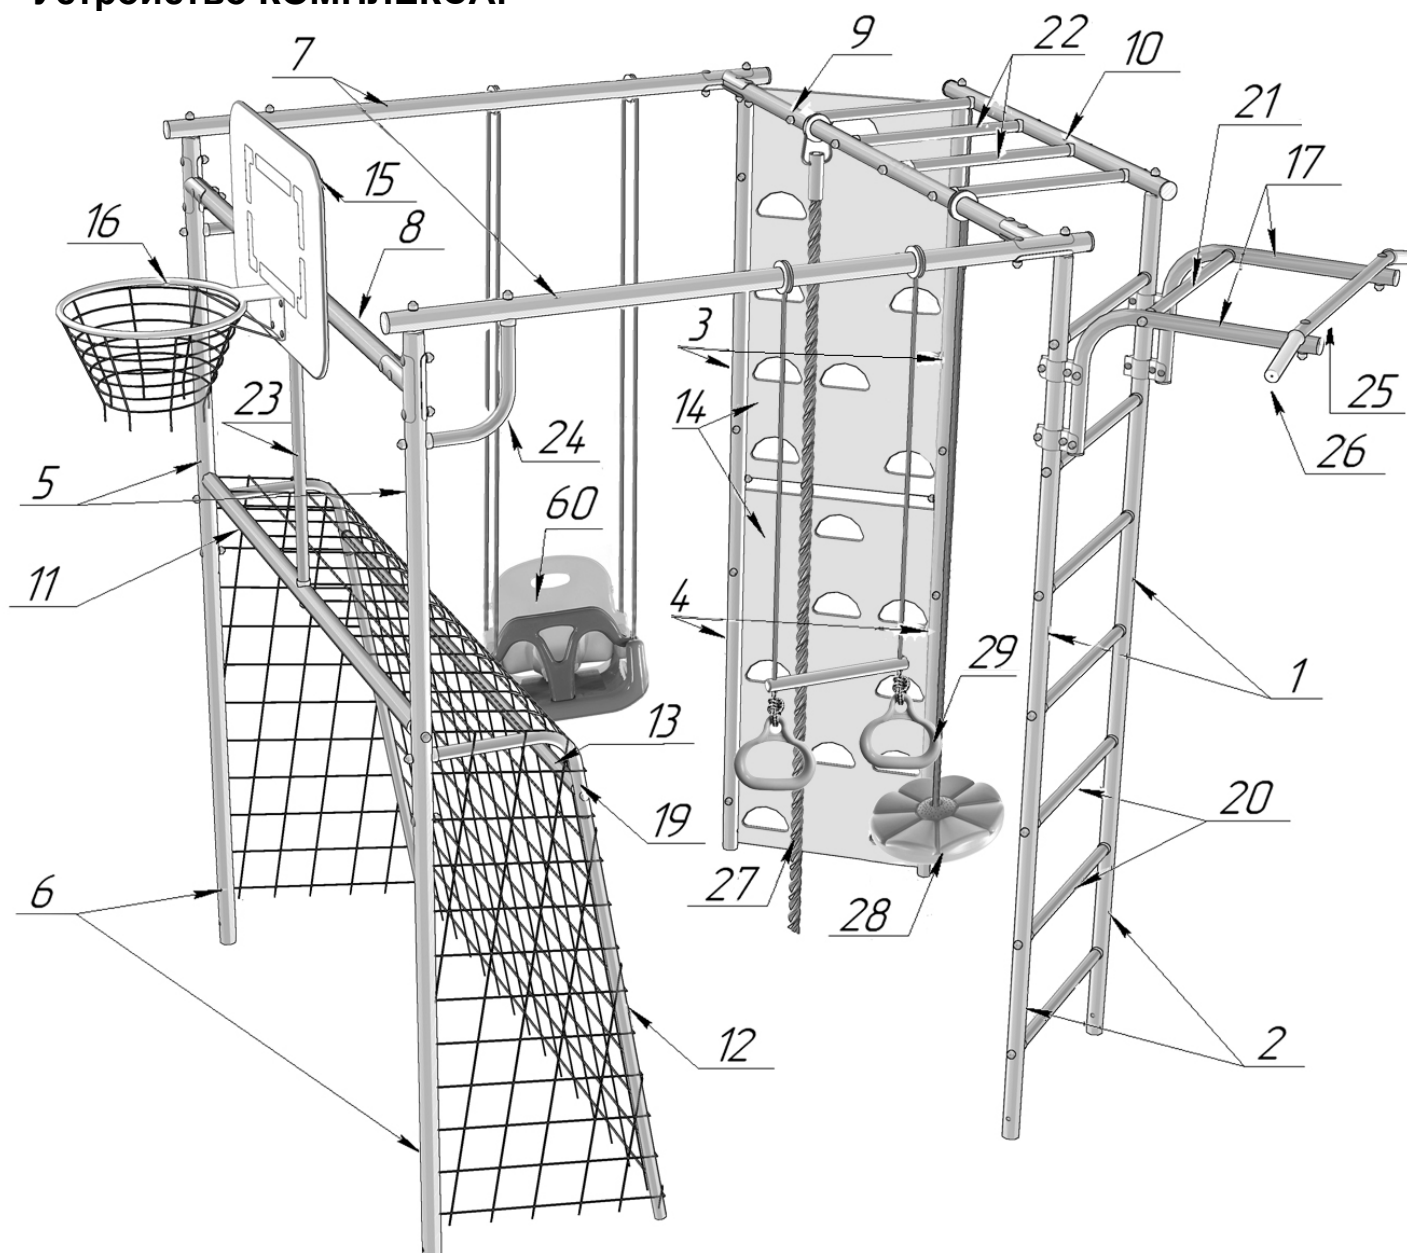

Рис.1 – Основные детали КОМПЛЕКСА
5.5. Сборка комплекса представлена на рис. 1.